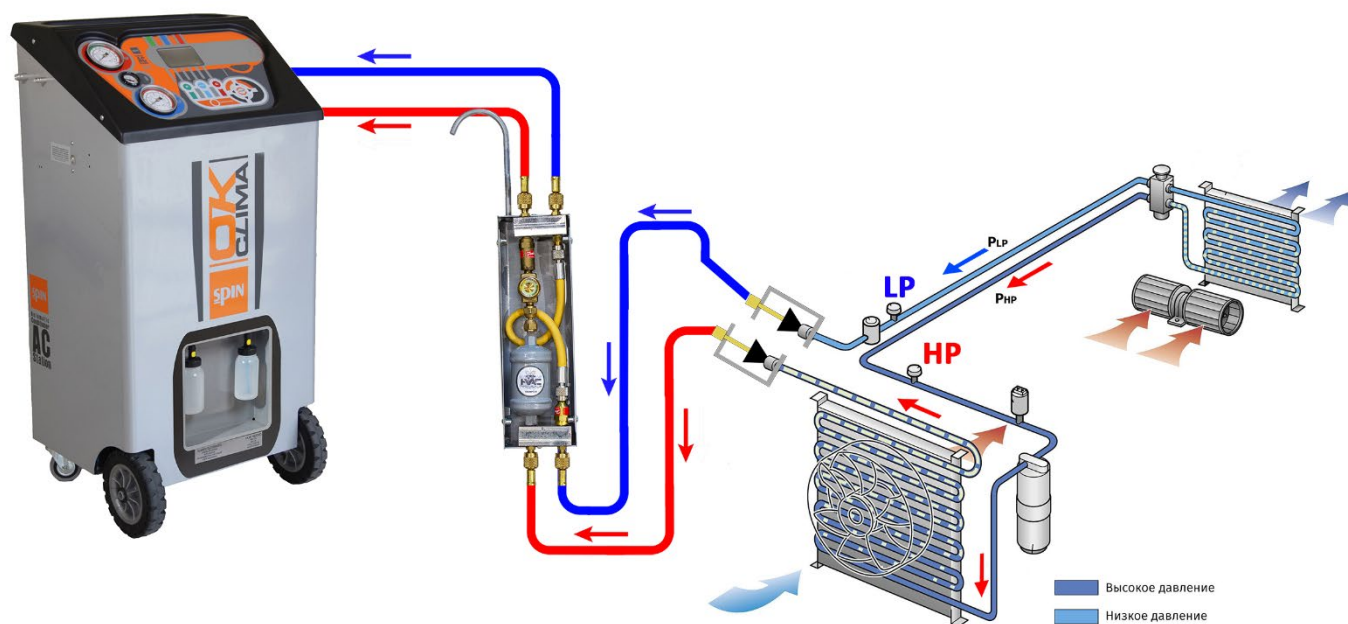

Fig. 7 – Отбор фреона из системы кондиционирования
- Подключите два шланга (низкого и высокого давления) от установки для обслуживания кондиционеров к разъемам (см. рис.7).